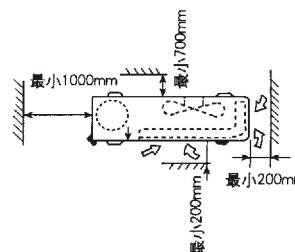

图4 机器户外部分所需空间
(1) 安装场所必须满足如下要求:
- 确定机器四周留有充分空间，并尽可能地远离障碍物，以便操作和维修。见图4。机组安装处应有二个以上方向是敞开的。
(2) 安装